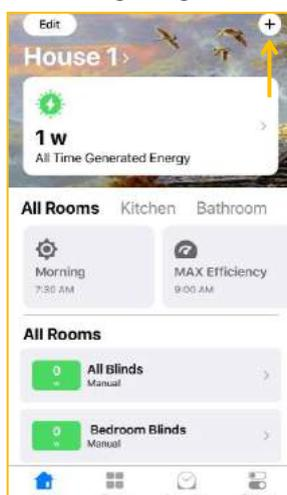

Abbildung 20
10.6.1 Auf das Zeichen + oben rechts tippen, um die Bedienung zu beginnen (Abb. 20).